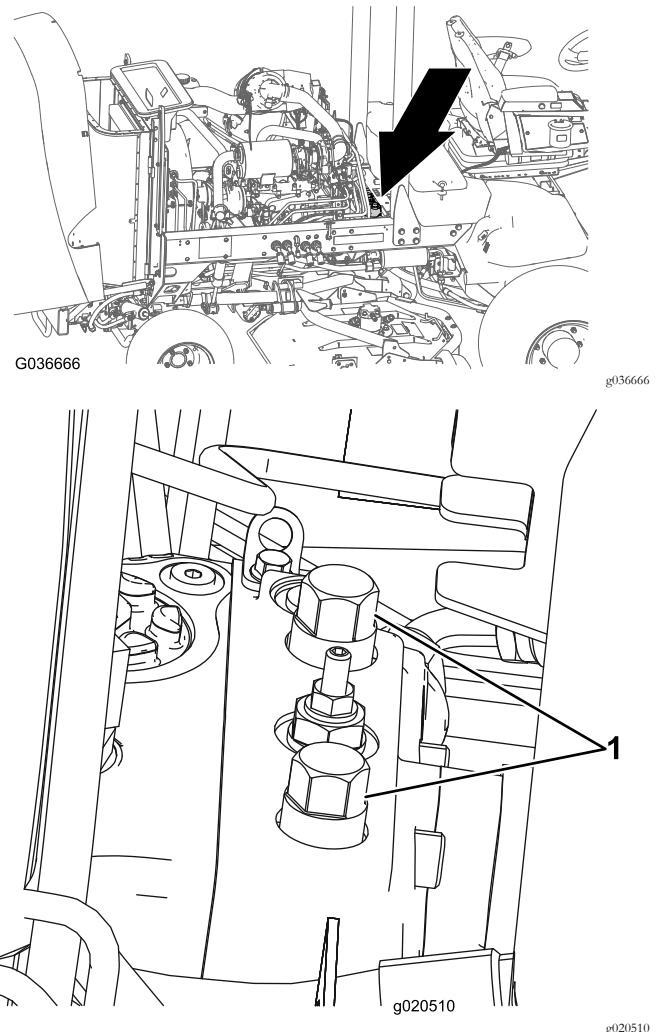

図 26
1. フードを開け、バッテリー ボックスの後ろにあるポンプの上面についているバイパスバルブを探し出す図 26。